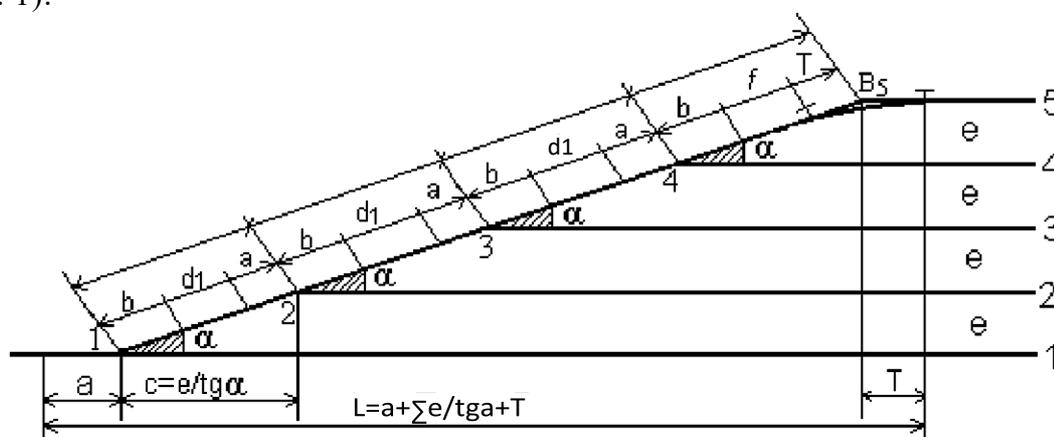

Рисунок 1. Стрелочная улица под углом крестовины к основному пути
1. Под углом крестовины к основному пути, это простейшая стрелочная улица (рис. 1).